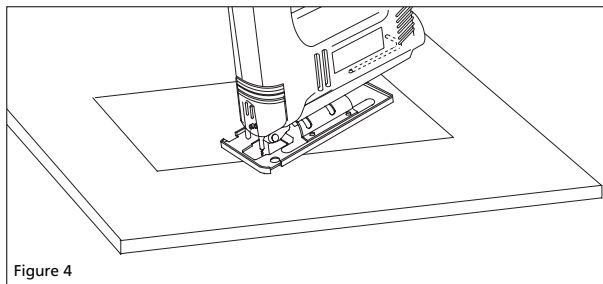

Figure 4
- Coupe en plongée (voir la figure 4) :